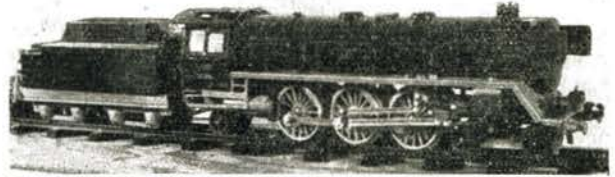

Bild 26 Lok der Baureihe 01 in Baugröße 0, hergestellt vom VEB (K) Metallwarenfabrik Stadtilm/Thür.
Bild 26 zeigt eine Lok der Baureihe 01 vom VEB (K) Metallwarenfabrik Stadtilm/Thür., die Ende des Jahres